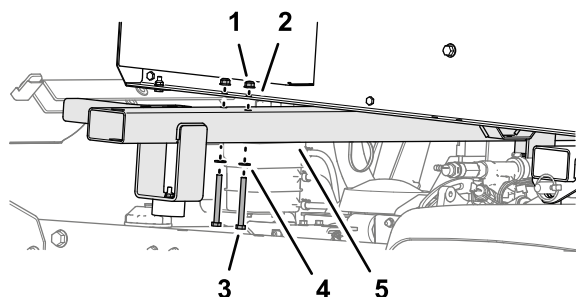

Рисунок 15
2. Поднимите переднюю поперечную балку к балке пескователя и соедините их между собой (**Рисунок 15**) с помощью 2 колпачковых болтов (5/16 x 3 дюйма), 2 шайб (5/16 дюйма) и 2 фланцевых контргаек (5/16 дюйма).